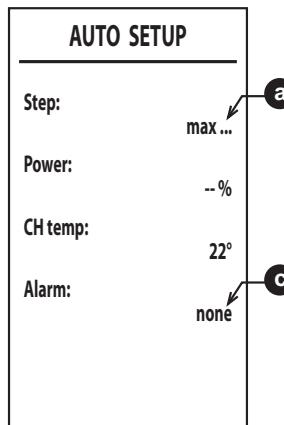

fig. 38
6. Despues del encendido, el quemador se posiciona en las distintas potencias (máx., med. y mín.) indicadas por el punto **a** (fig. 38).
punto **a** y un código de error en el punto **c** (fig. 38).